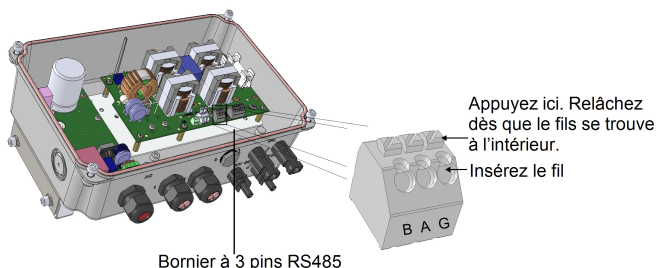

Figure 11: Connecteur RS485 sur l'interface StorEdge
1. Branchez une extrémité au bornier RS485 marqué « RS485 to Inv. » sur l'interface StorEdge (voir la *Figure 11*) :